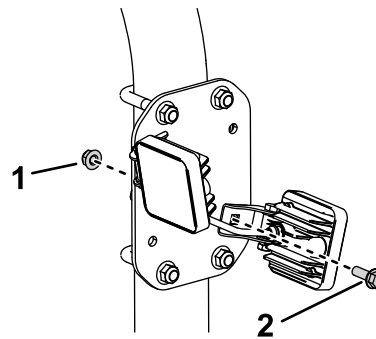

Figura 9
1. Remova as porcas e parafusos existentes da luz de trabalho como se mostra na Figura 9.